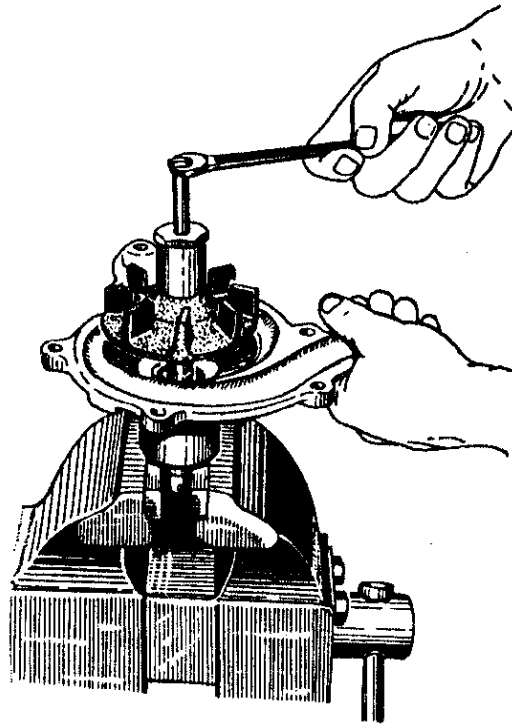

Рис.50. Снятие крыльчатки водяного насоса
3. Съемником спрессовать крыльчатку с вала водяного насоса (рис.50). Перед снятием крыльчатки, чтобы не повредить резьбу на валике водяного насоса, между торцом валика и болтом съемника необходимо поставить шайбу.